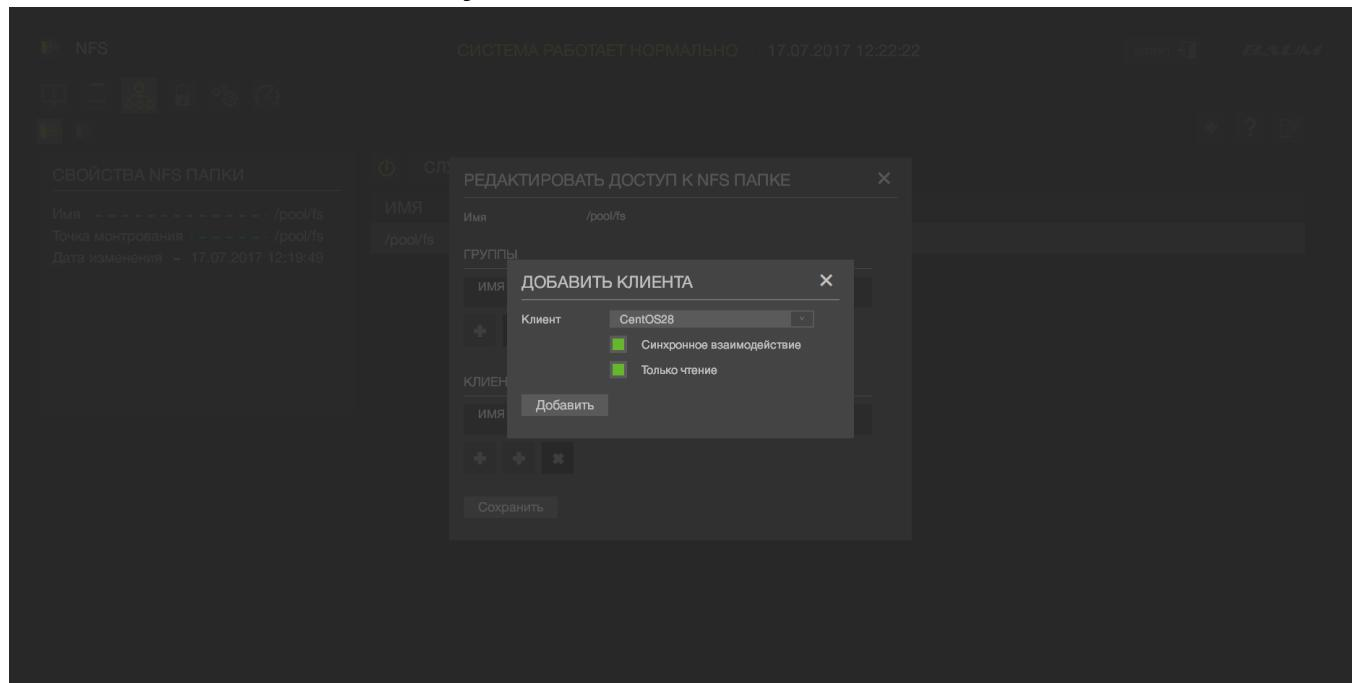

Рисунок 71 – Добавление NFS клиента
- 9) Выбрать созданного клиента и необходимые пункты(см. Рисунок 71)